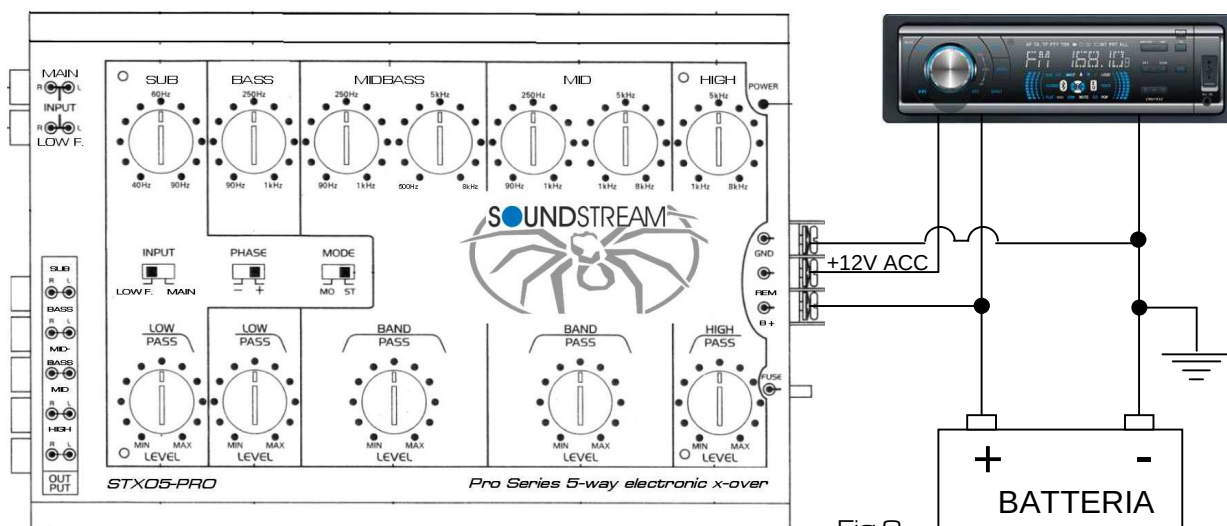

Fig.2
4. Verificare che i collegamenti siano effettuati secondo lo schema di Fig.2 [pag.4].